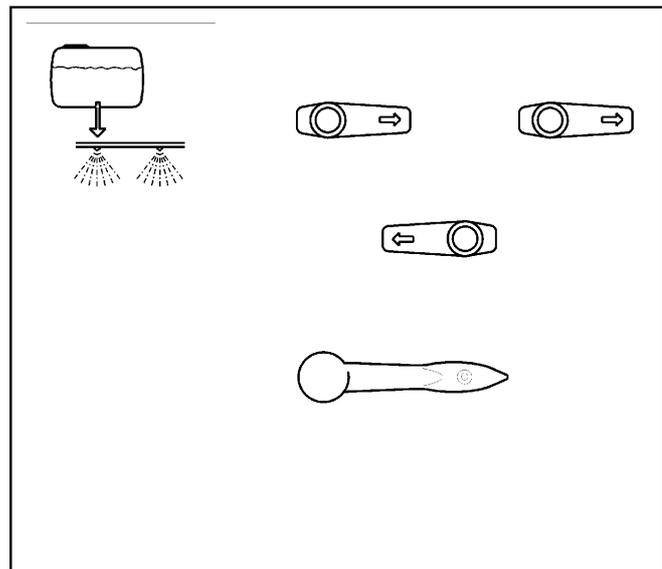

Fig. 7.6
- Ist der Behälter gefüllt, die 3-Wege-Umschalthähne entsprechend (Fig. 7.6) verschwenken und Pumpe ausschalten.